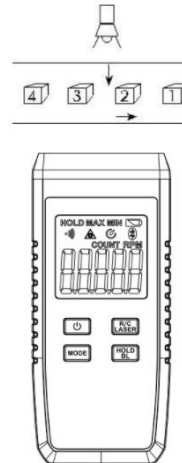

Рис. 5
2. Установите прибор, объект рассчитывает и за пределами источника света, как показано на рис. 5